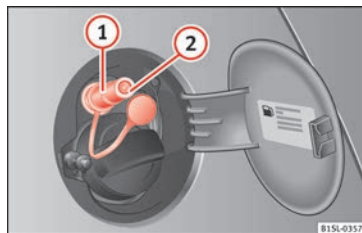

Bild 167 Öppna tanklocket: Påfyllningsstos för gas ①, tankens påfyllningsstos ②
- Ta bort locket från påfyllningsstosen för gas » » bild 167 ①.